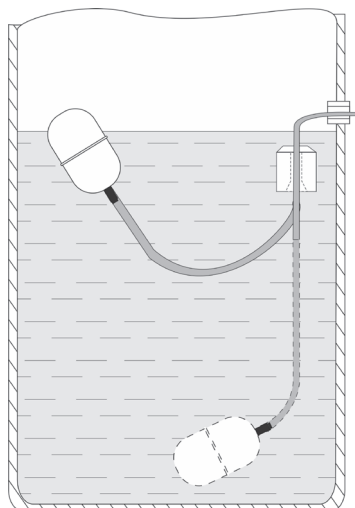

Рис. 1
- 1.1. Закрепите грузило на кабеле на нужном уровне, как указано на рис. 1.